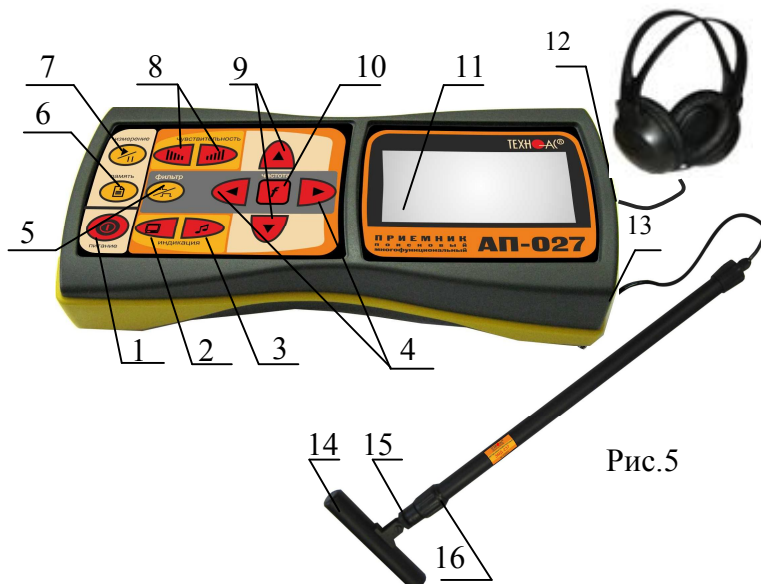
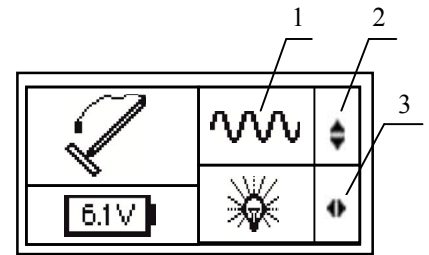
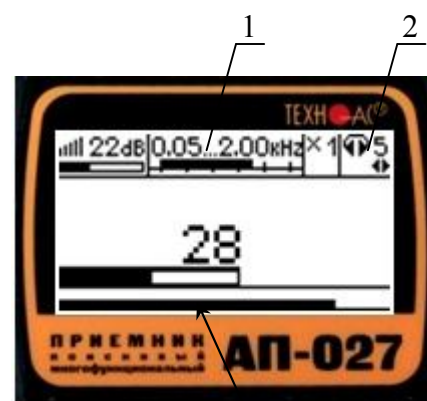

Рис.5
Рис.6
Fig.11 3
Используемое оборудование (рис.5): приемник АП-027, электромагнитный датчик ЭМД-237, головные телефоны.
Подключить к соответствующим разъемам приемника электромагнитный датчик поз.13 рис.5 и головные телефоны поз.12 рис.5 (при необходимости).
Привести электромагнитный датчик из транспортного в рабочее положение для этого: ослабить стопорную гайку поз.16, раздвинуть штангу до требуемого размера и зафиксировать стопорной гайкой. Ослабить фиксирующую гайку поз.15 и установить электромагнитную антенну поз.14 датчика в положение, используемое в трассопоиске. Горизонтальное положение (рис.5) – трассопоиск по методу максимума, транспортное положение – трассопоиск по методу минимума.
4.2.1 Включить питание приемника АП-027 кнопкой ① поз.1 рис. 5.
4.2.2 В «стартовом» окне рис.6 на индикаторе приемника проверить:
4.2.3 Проверить вид принимаемого сигнала поз.1 рис.6. Принимаемый сигнал «непрерывный \sim » выбирается автоматически. При появлении на индикаторе значка «импульсный \sim », что могло произойти в результате случайного нажатия на кнопки, следует выбрать в стартовом окне символ «непрерывный \sim » любой из кнопок $\blacktriangle/\blacktriangledown$ поз.9 рис.5. (см. подсказку поз.2 рис.6)
4.2.4 Установить необходимый уровень подсветки индикатора приемника, используя для этого кнопки $\blacktriangle/\blacktriangledown$ поз.4 рис.5 (см. подсказку поз.3 рис.6).
4.3.1 Запустить режим «измерение» кнопкой \blacktriangleright поз.7 рис.5.
4.3.2 Выбрать режим «широкая полоса» нажатием на кнопку фильтр $\text{---}|$ поз.5 рис.5. На индикаторе появится символ широкой полосы $0.05...2.00\text{kHz}$ поз.1 рис.7.
В случае трассировки кабеля под напряжением или трубопровода с катодной защитой выбрать частоту 100 /120 Гц, нажав кнопку «частота» **f** поз.10 рис.5, используя для этого кнопки $\blacktriangle/\blacktriangledown$ поз.4 рис.5. Наблюдать за величиной выбранной частоты на индикаторе поз.1
4.3.3 Выйти из режима регулировки фильтра, нажатием кнопки «частота» **f** поз.10 рис.5. На индикаторе в зоне окна поз.1 рис.7 исчезнет указатель подсказки $\blacktriangle/\blacktriangledown$ и появится в зоне поз.2 рис.7 (возможность регулировки звука).
4.3.4 Установить комфортную громкость звука в телефонах поз.2 рис.7 кнопками $\blacktriangle/\blacktriangledown$ поз.4 рис.5 (если кнопки не используются для регулировки фильтра).
4.3.5 Установить уровень входного сигнала кнопками «чувствительность» |||| и ||| поз.8 рис. 5 по индикатору «узкая шкала» (предпочтительно на 50...70% от максимума) поз.3 рис. 7.
4.3.6 Установить необходимый коэффициент усиления фильтрованного сигнала множителем « $\times 1/2/4/8$ » нажимая на кнопки $\blacktriangle/\blacktriangledown$ поз.10 рис.5, не допуская при этом перегрузки.
4.5.1 Начинать работу по трассопоиску следует в режиме «Широкая полоса», в котором приемник воспринимает сигналы от любых коммуникаций в диапазоне частот от 0,05 до 2,0 кГц: кабели под напряжением, трубопроводы с катодной защитой, протяженные трубопроводы с наведенным излучением. Для этого включить режим «измерение» кнопкой  поз.7 рис.5., выбрать режим «широкой полосы», то есть выключить фильтр кнопкой  поз.5 рис.5.
4.5.3 Для определения кабелей (из числа найденных коммуникаций), находящихся под напряжением промышленной частоты 50...60 Гц, используется режим 50...60 Гц. В этом режиме из широкого спектра сигнала выделяется лишь небольшая полоса частот с центральной частотой 50...60 Гц. Для входа в режим 50...60 Гц включить фильтр кнопкой  поз.5 рис.5, нажать на кнопку частота **f** поз.10 рис.5 и выбрать центральную частоту фильтра 50...60 Гц кнопками   поз.4 рис.5.
4.5.4 Наблюдать за величиной выбранной частоты на индикаторе поз.1 рис.11. При выборе частоты 50/60 Гц
Выйти из режима регулировки фильтра, нажатием кнопки «частота» **f** поз.10 рис.5. На индикаторе в зоне окна поз.1 рис.11 исчезнет указатель подсказки  и появится в зоне поз.2 рис.11 (возможность регулировки звука).
4.5.5 Установить комфортную громкость звука в телефонах поз.2 рис.11, для этого нажать на кнопку режима звуковой индикации поз.3 рис.5 и отрегулировать громкость кнопками   поз.4 рис.5 (если кнопки не используются для регулировки фильтра).
4.5.6 Установить уровень входного сигнала кнопками «чувствительность»  и  поз.8 рис. 5 по индикатору «узкая шкала» (предпочтительно на 50...70% от максимума) поз.3 рис. 11.